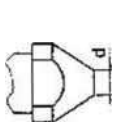
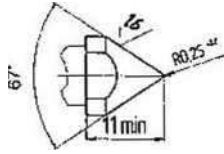

Рис. 1
Рис. 2
4.7. При затуплюванні до d=2мм мах (див. рис.1) шипи мають бути загострені на шліфувальному крузі згідно рис. 2.